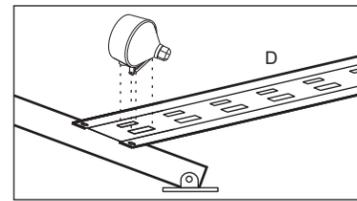

Figura 6a
5) Instale los conos de plástico negro en el soporte inferior de los tubos (D) como se muestra en la Figura 6a